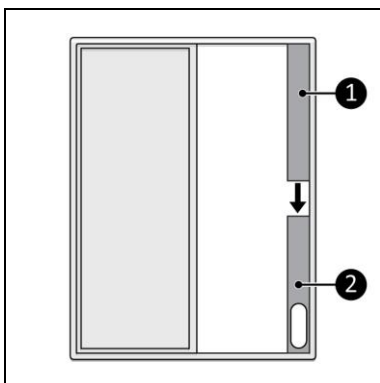

Figure 10
3. Placez le kit de fenêtre accompagnant le produit dans l'ouverture de la fenêtre (Figure 10, pos. 2) ; utilisez la partie supérieure (Figure 10, pos. 1) pour l'ajuster à la hauteur de la fenêtre.